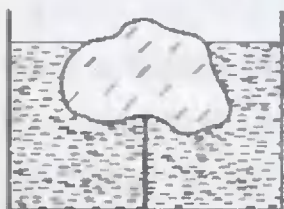

Рис.2
5. В сосуде с водой плавает кусок льда, удерживаемый нитью (рис. 2). Сила натяжения нити $F = 10$ Н. На сколько изменится уровень воды в сосуде, если лед растает? Площадь сечения сосуда $S = 100$ см².